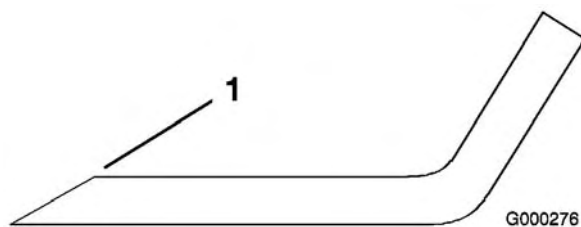

Figura 94
- Examine as partes cortantes de todas as lâminas. Afie as extremidades de corte se estas apresentarem sinais de desgaste ou ranhuras. Afie apenas a zona superior da parte cortante e mantenha o ângulo de corte original para garantir um desempenho eficaz da lâmina (Figura 94). A lâmina mantém o equilíbrio se for retirada a mesma quantidade de metal de ambas as partes cortantes.